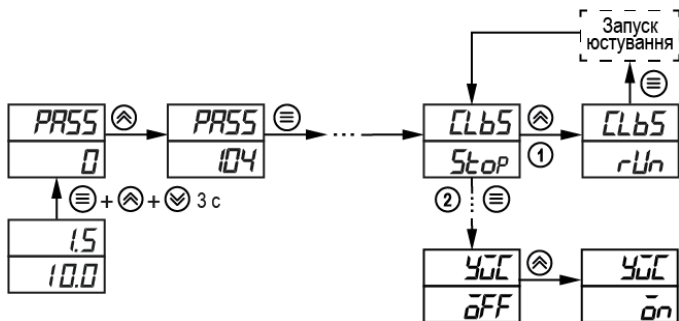

Рисунок 8.6 – Послідовність дій під час юстування
5. Встановити у параметрі $\bar{c}Lb5$ значення rLn і натиснути кнопку  (див. *рисунок 8.6*, крок 1).
6. Увімкнути автоматичну корекцію ЕРС ТП по температурі її вільних кінців, встановивши в параметрі YUL значення \bar{on} (див. *рисунок 8.6*, крок 2).